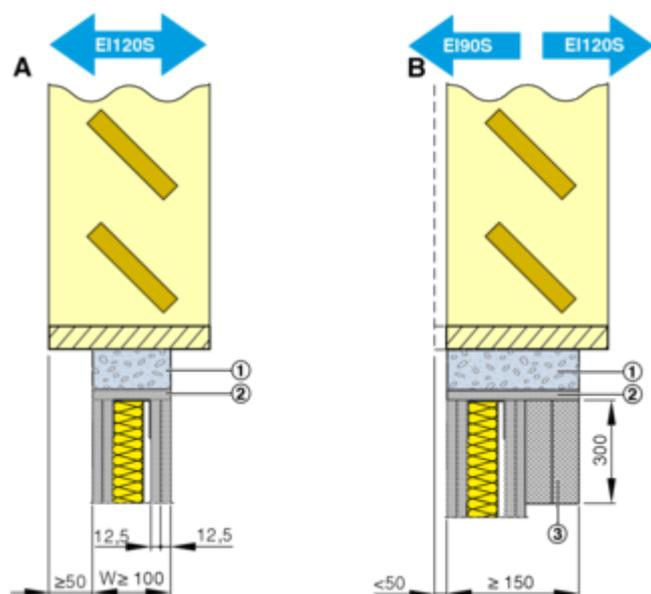

Fig. 40 : EK-JZ Montage centré ou affleurant d'un côté (dépassement < 50 mm)
Affleurant d'un côté ( Fig. 40 /B)
- A partir d'une hauteur de volet de  $\geq 1030$  mm et une épaisseur de mur < 150 mm, fournir un support d'amortisseur à l'arrière ou du côté de l'arbre ( Fig. 40 /3), par exemple avec PROMATECT LS35, L500, AD40.